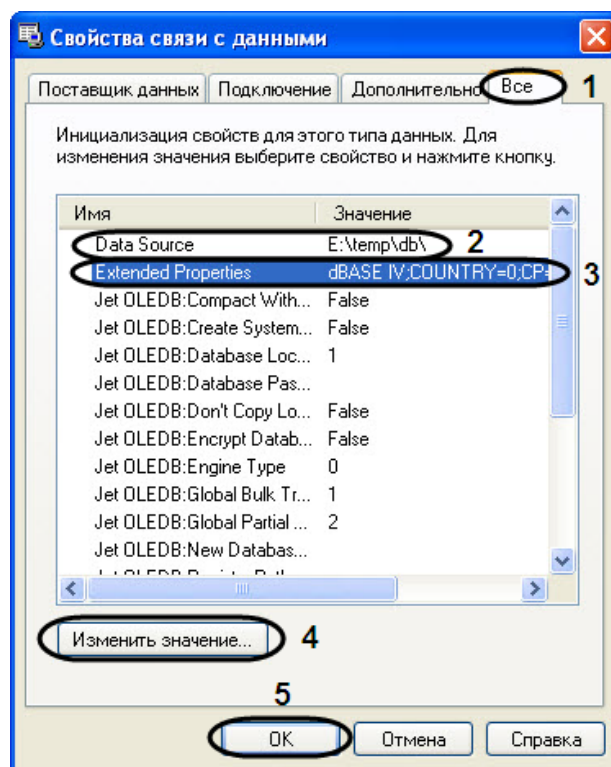

Рис. 11.3—6. Вкладка "Все"
- 10.5. В значение свойства «Extended Properties» указать «dBase IV;COUNTRY=0;CP=1252;LANGID=0x0409» (см. Рис. 11.3—6, 3).